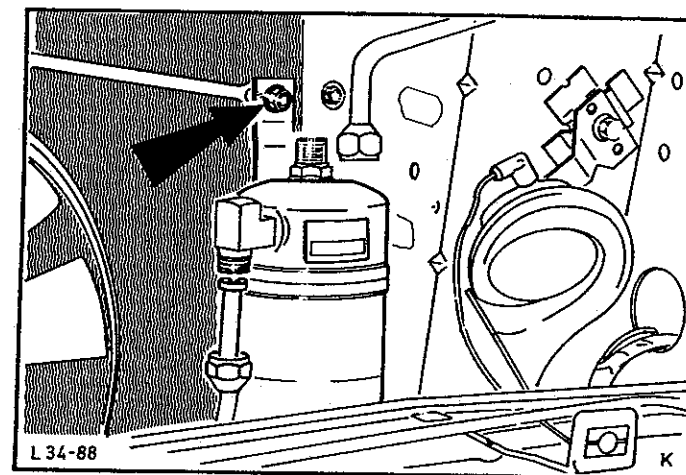

Abb.47 Trockner am Kondensator anbauen
4. Trockenfilter am Kondensator befestigen, Abb.47, Verbindungsleitungen an Trockenfilter befestigen. Neue mit Kältemittel benetzte O-Ringe verwenden.